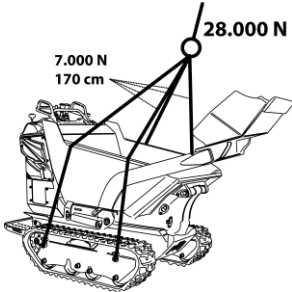

Abb. 44 – Verankerungspunkte zum Anheben
- Befestigen Sie das Hebezeug nur an den vom Hersteller angegebenen Anschlagpunkten (Abb. 44);